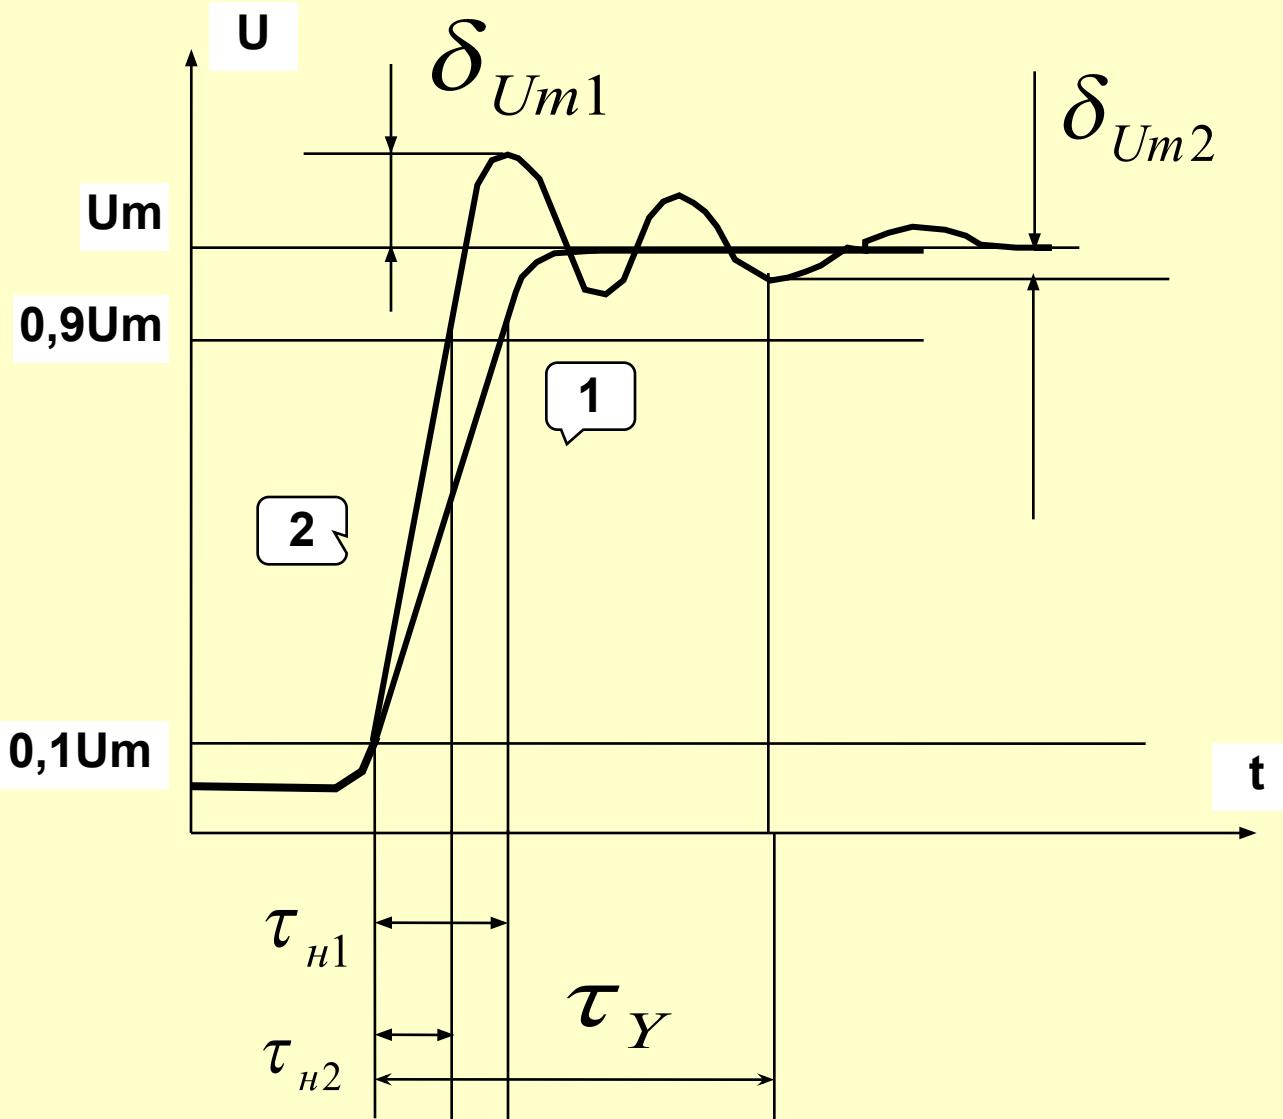

Рис.3. Час наростання переходної характеристики
**Часом наростання переходної характеристики називається час, протягом якого промінь проходить від 0,1 до 0,9 сталого значення, рис.3.**
**На рис. 3 показаний випадок, коли ця умова порушенна. Як слідство, появився викид на переходній характеристиці.**